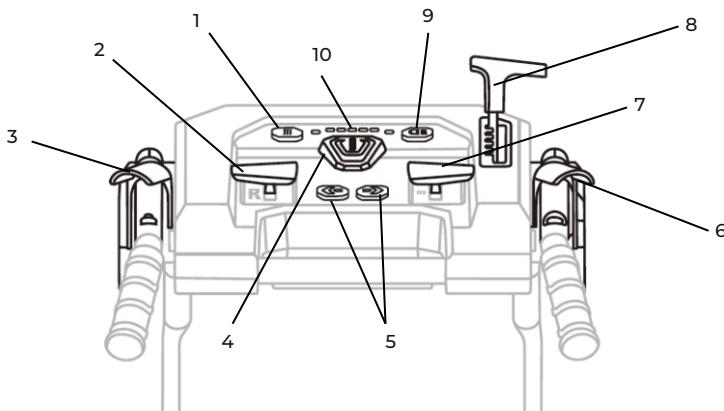

Рис. 2
1. Ослабьте и снимите болты и гайки-барашки, с нижней части рукоятки (рис. 2а).
2. Установите верхнюю рукоятку на нижнюю, совместите отверстия, затем закрепите с помощью болтов и гаек барашков. (рис. 2б)
3. В верхней части рукоятки предусмотрены три отверстия, для регулировки высоты рукоятки, под рост конкретного оператора можно установить комфортное положение рукоятки. (рис. 2в)
1. Ослабьте и снимите болты и гайки-барашки, с верхней части рукоятки (рис. 2в).
2. Ослабьте и снимите, нижние болты и гайки-барашки Отрегулируйте верхнюю часть рукоятки под рост оператора, в одном из трёх отверстий, установите и затяните верхние болты барашки затем нижние болты барашки. (рис. 2г)
Рис. 2а
Рис. 2б
Рис. 2в
Рис. 2г